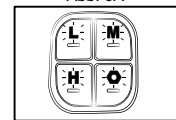

Abb. 6B
5. Wenn 4 Lichter gleichzeitig blinken, ist entweder das Gerät oder die Batterie ausgefallen. Bitte sorgfältig prüfen. (Abb. 6B)